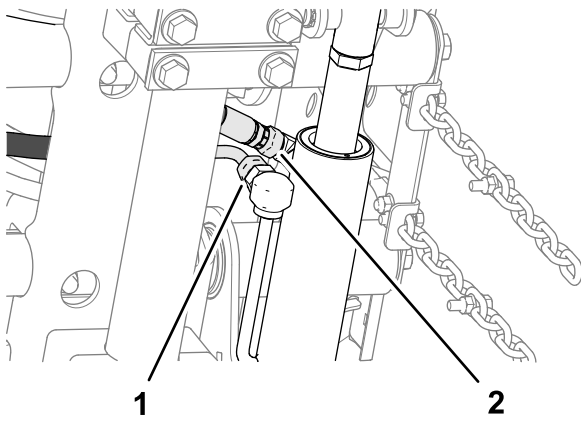

図 16
2. スペーサをキャリアプレートと取り付けプレート間に合わせ 図 16、プレートとスペーサを仮止めるキャリッジボルト $\frac{3}{8}$  x  $1\frac{1}{4}$ "、ワッシャ、フランジロックナット $\frac{3}{8}$ "を使用する。